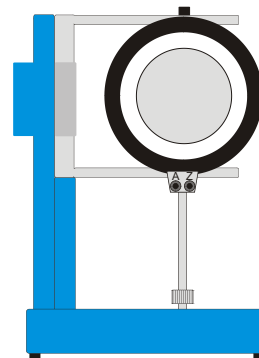

Abb. 2 Aufbau der Spule
- Röhre in einem Winkel von 90° zu ihrer normalen Position im Halter platzieren (siehe Abb.2).